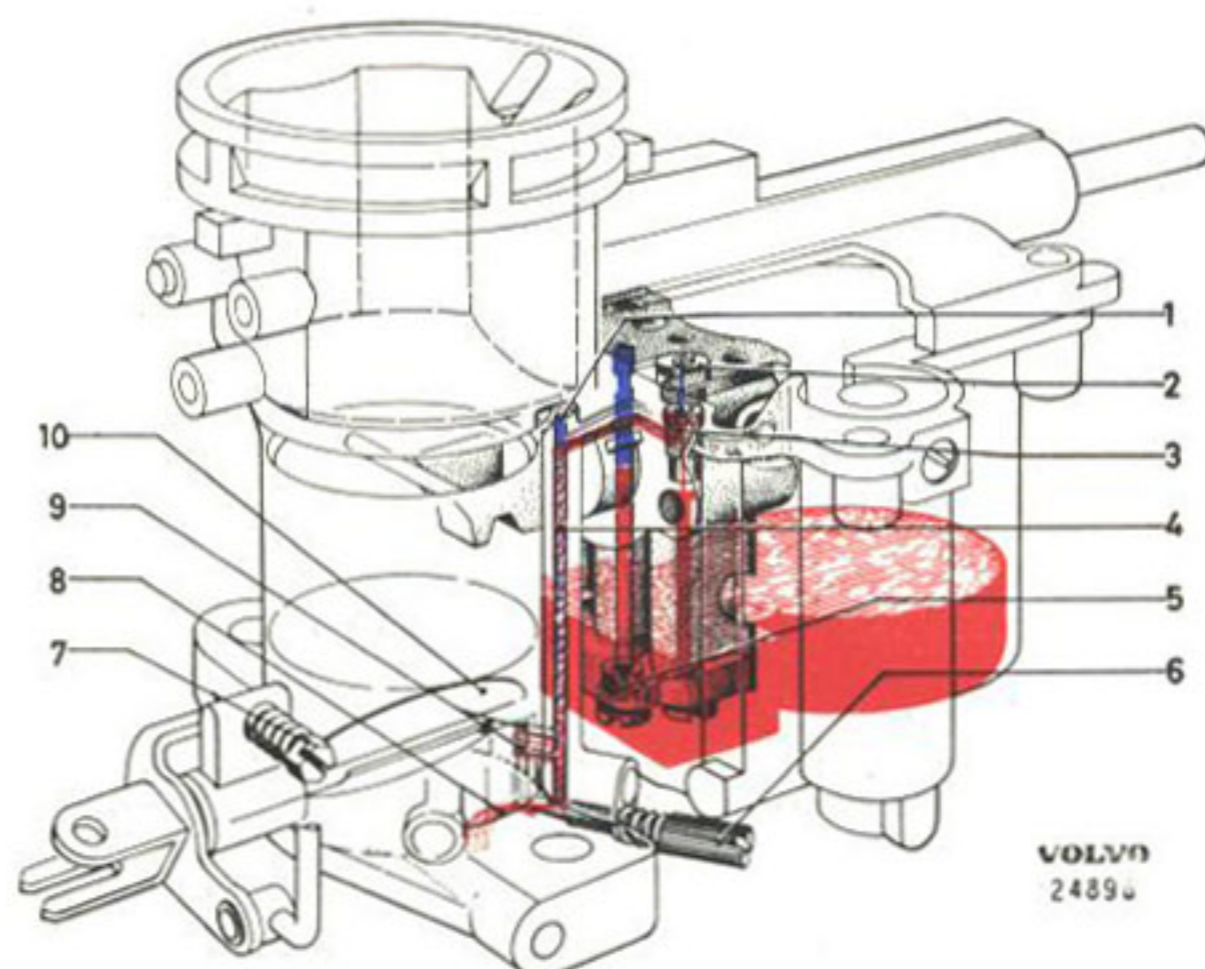

Bild 11. Tomgångssystem.
När motorn går på tomgång är gasspjället nästan helt stängt (reglerat med en stoppskruv 7, bild 11) varigenom vakuomet omkring och under spjället blir stort. Sugningen genom tomgångskanalen (4) blir då stark varvid bränsle suges upp från kanalen ovanför huvudmunstycket (5), genom ett hål och tomgångsmunstycket (3) till tomgångskanalen som mynnar ut i förgasarhalsen med ett större och två mindre hål. Luft tillföres genom dels ett hål (1) under luftspjället dels genom ett luftmunstycke (2) ovanför tomgångsmunstycket.